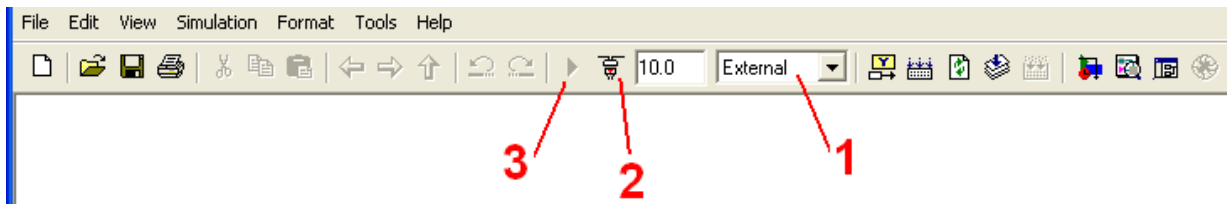

**Рис. 1.** Характеристики блока Simulink > Real-Time Windows Target > Analog Input.
Список интерфейсных плат MatLAB можно увидеть нажав кнопку **Install new board** окна блока Simulink > Real-Time Windows Target > Analog Input (см. Рис. 1).
2. Включить соответствующие блоки pci карты в окно модели и настроить их. Пример параметров аналогового входа интерфейса Sensoray 626 показан на Рис. 1.